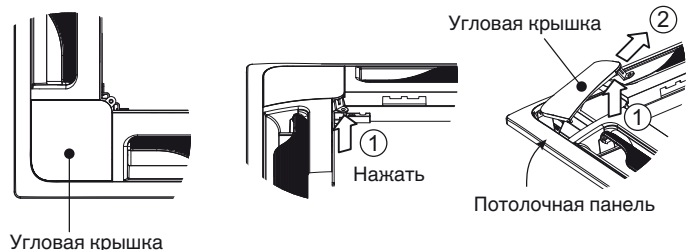

Рис. 7-6
- (2) Снимите угловую крышку.
- a) Сдвиньте защелки в направлении стрелки ① для отсоединения петель (3 точки). Затем снимите угловую крышку в направлении стрелки ②. (Рис. 7-6)